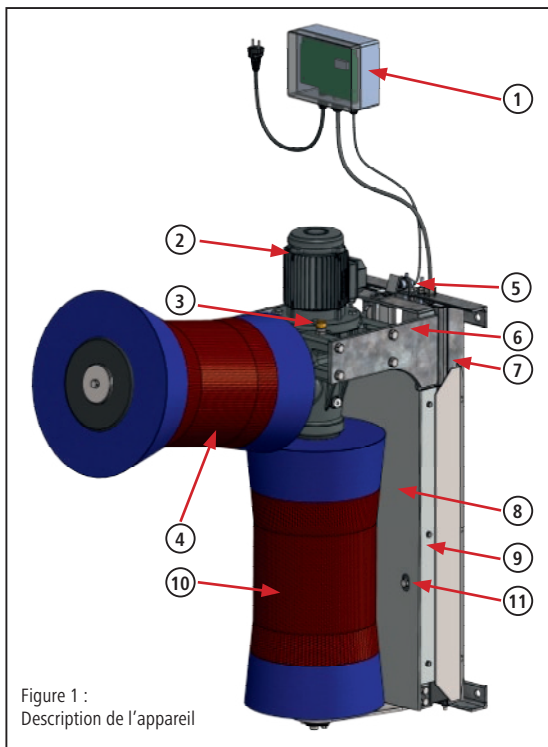

Figure 1 :
- Installer impérativement la vis de purge d'air de l'engrenage fournie avant la première mise en marche (voir Fig. 1 – Point 3) !
- Installer impérativement la vis de purge d'air de l'engrenage fournie avant la première mise en marche (voir Fig. 1 – Point 3) ! L'inobservation de cette consigne risque d'endommager l'engrenage !